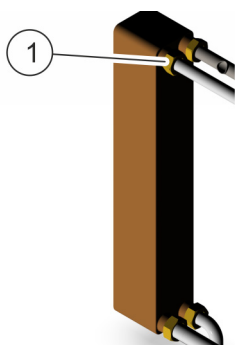

Abb. 29: Verschraubungen lösen
- Um den Wärmetauscher zu lösen, mit einem Rollgabelschlüssel 4 Verschraubungen (Abb. 29/1) lösen.
- Um den neuen Wärmetauscher festzuschrauben, 4 Verschraubungen (Abb. 29/1) anziehen.